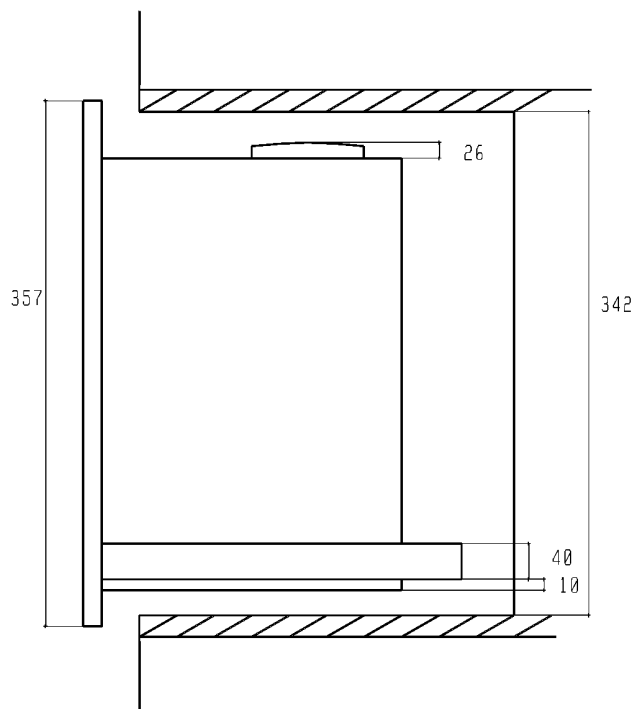

Fig. 5
- Inserire le guide telescopiche della macchina da caffè nei supporti montati all'interno del mobile e farle scorrere fino a fine corsa per far scattare i fermi di sicurezza (fig. 5).